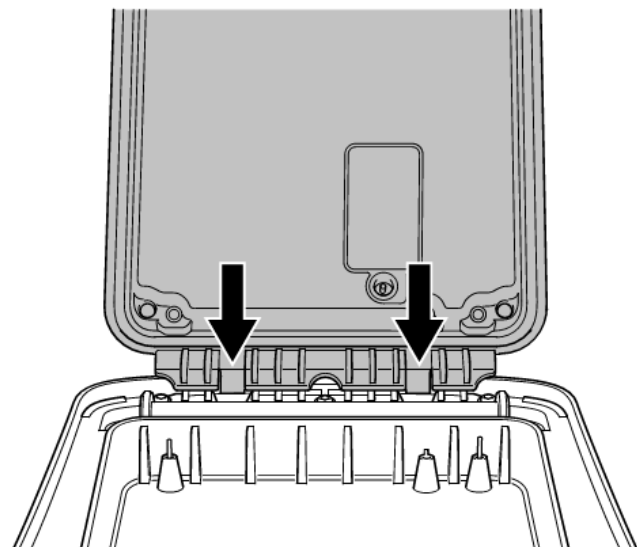

Abbildung 4.11: Akkusatz bzw. Batteriefach ausrichten und in Position drücken
- 4 Richten Sie die Sicherungsclips des Batteriefachs auf die entsprechenden Aussparungen am Sendergehäuse aus und rasten Sie es ein (Abb. 4.11).